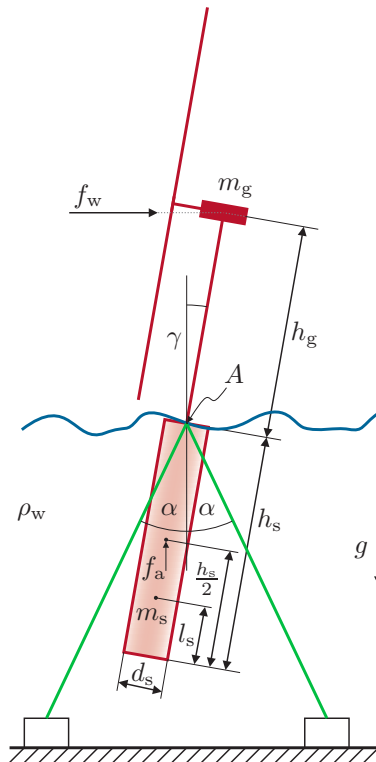

Abbildung 1: Schwimmende Windturbine.
1. Diese Aufgabe betrachtet die schwimmende Windturbine nach Abbildung 1. Der Generator mit der Masse m_g ist auf einem masselosen Turm in der Höhe h_g befestigt. Auf den masselosen Rotor wirkt die horizontale Windkraft f_w . Dadurch wird die Konstruktion um den Winkel γ verkippt. Unter Wasser befindet sich ein zylindrischer Schwimmkörper mit dem Durchmesser d_s und der Höhe h_s . Der Schwerpunkt befindet sich in einer Höhe l_s vom tiefsten Punkt gemessen. Zwei Verankerungen halten die Konstruktion in Position. Sie sind durch gespannte Seile mit dem Winkel α zum Lot mit dem Schwimmkörper verbunden. Das Wasser hat die Dichte ρ_w .